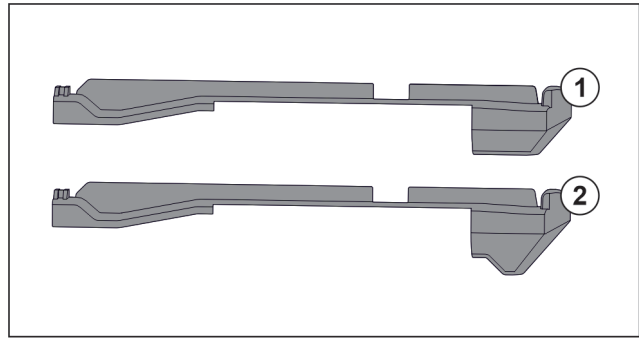

Fig. 150 Порівняння вставних частин
У пристрої є дві різні вставні частини. Вставна частина над самим нижнім висувним ящиком Fig. 150 (2) має трикутний край. Всі інші вставні частини Fig. 150 (1) мають прямий край.
- ▶ Розмістити вставну частину Fig. 150 (2) з трикутним краєм над самим нижнім висувним ящиком.
- ▶ Розмістити вставну частину Fig. 150 (1) з прямим краєм у всіх інших місцях.